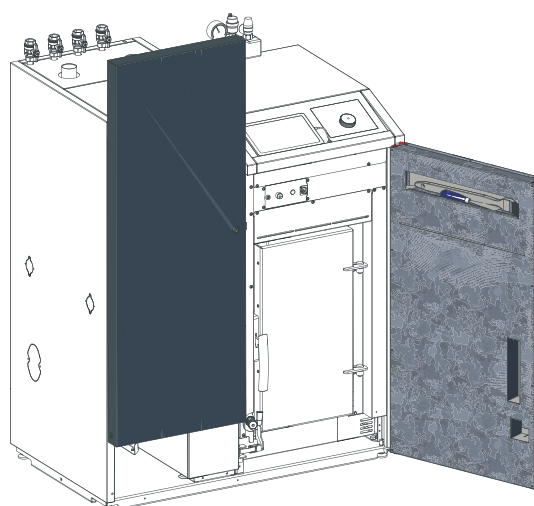

Fig. 12 Aprire la porta di contenimento destra
- ▶ Aprire la porta di contenimento destra – Fig. 12.